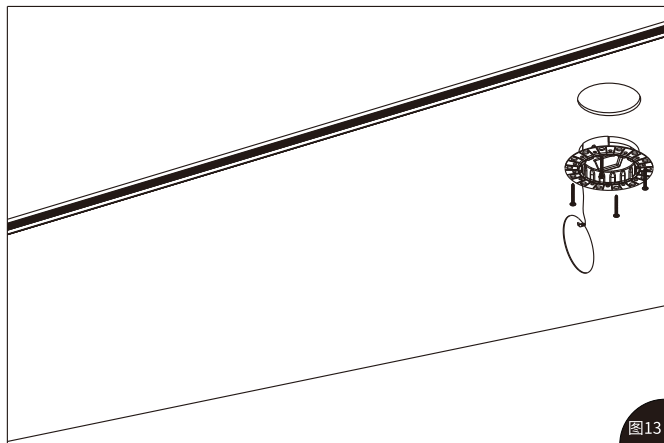

图13
7、在轨道末端附近开一个 $\phi 95\text{mm}$ 的孔，将无边圆形预埋件装入开好的圆孔中并用螺钉锁紧，如图13所示：
7、用同样的方式，依次将轨道6、内转角7、轨道8安装到预定位置，如图13所示：